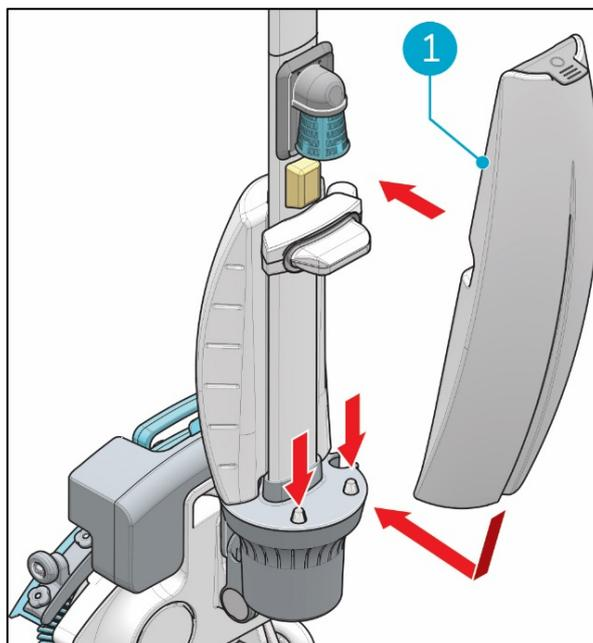

Figure 12
1. Placez le réservoir (Figure 12, pos 1) sur l'i-mop® Lite avec la partie inférieure en premier.